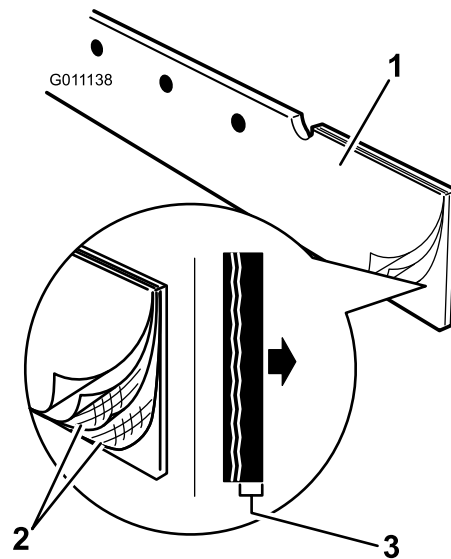

Figure 6
- Placez le racloir de sorte que le bord en caoutchouc soit dirigé vers le support et la partie renforcée à la fibre de verre soit à l'arrière (Figure 6).